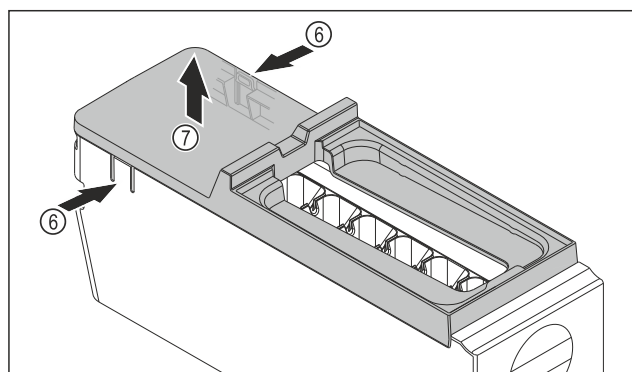

Fig. 172
- Heqja e kapakut mbulues të kutisë EasyTwist-Ice: Shtypni me një dorë gjuhëzat Fig. 172 (6) në të dyja anët e kutisë EasyTwist-Ice.
- Hiqni nga lart kapakun mbulues Fig. 172 (7) me dorën tjetër.